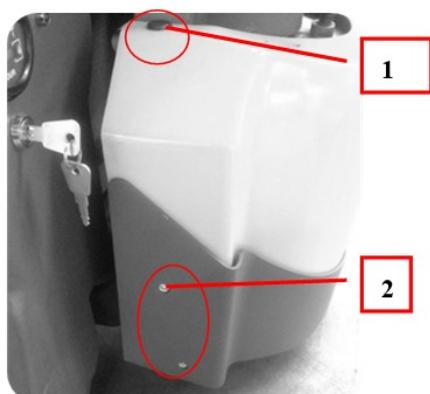

Рис. 21
- (Рис.21) Открутите винты 1 и 2, всего 6 штук, затем снимите корпус.